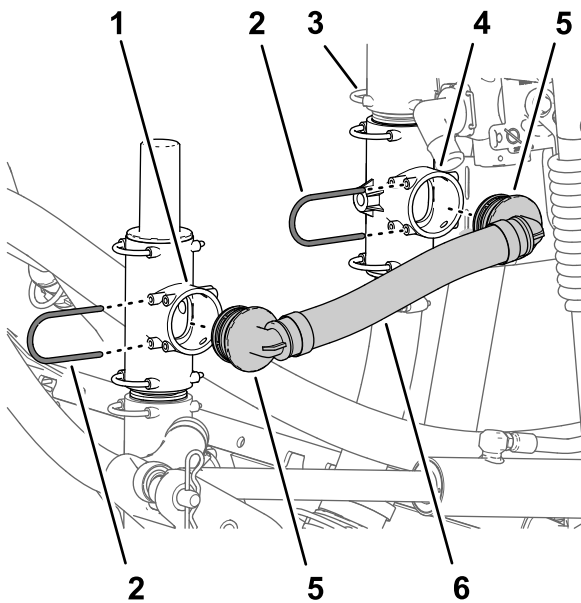

Figure 10
- Alignez le raccord à 90° du flexible de décharge de pression et l'orifice ouvert dans le raccord en T supérieur (situé sous le clapet de décharge), puis insérez le raccord à 90° jusqu'à ce qu'il soit parfaitement engagé (Figure 10).
2. Fixez le raccord à 90° au raccord en T avec l'étrier (Figure 10) que vous avez retiré à l'opération 2 de Débranchement des flexibles (page 4).
3. Alignez l'autre raccord à 90° du flexible de décharge de pression et l'orifice ouvert du raccord en T (fixé au support de vanne), puis insérez le raccord à 90° jusqu'à ce qu'il soit parfaitement engagé (Figure 10).
4. Fixez le raccord à 90° au raccord en T supérieur avec l'étrier (Figure 10) que vous avez retiré à l'opération 2 de Débranchement des flexibles (page 4).
- 4. Fixez le raccord droit cannelé à la vanne de mélange (Figure 10) avec un étrier.